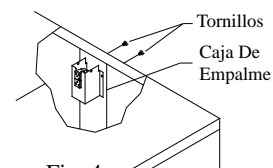

Fig. 4
- **Quite la caja de empalme.** La caja de empalme se encuentra en el poste izquierdo central en la parte superior del interior del enfriador. Quite los dos tornillos de la caja y aparte la caja del panel para tener acceso al cableado (véase fig. 4).